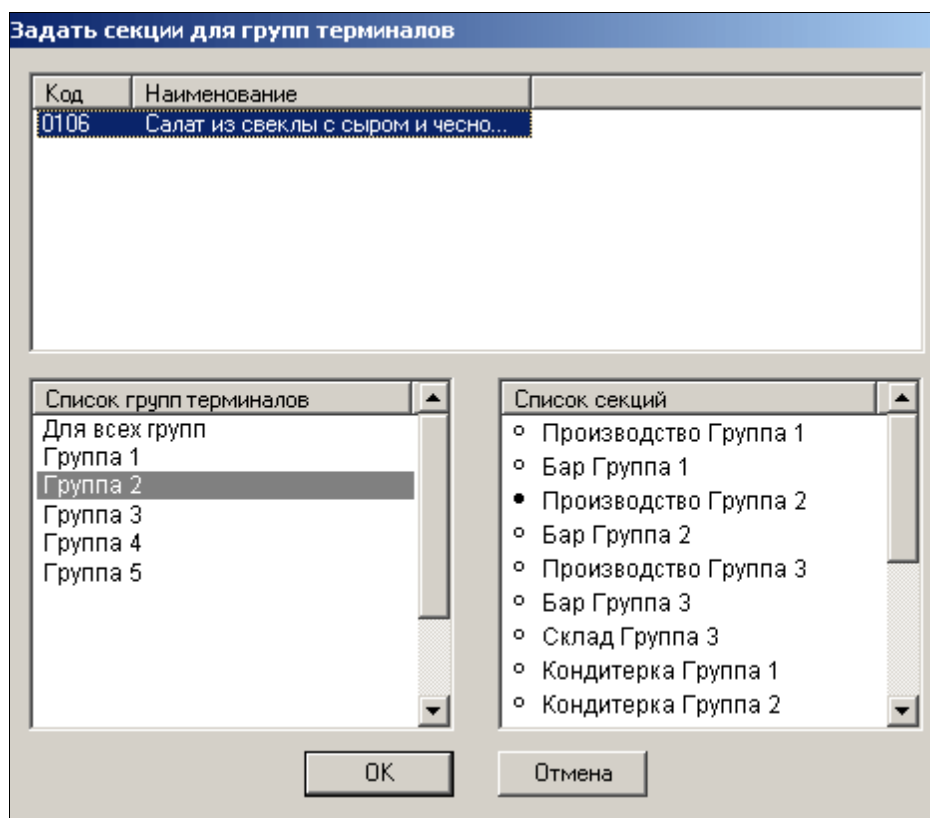

Рис. 5.22.
3. в появившемся окне (см. рис. 5.22.) выбрать необходимую группу терминалов и секцию;
- *Задать секции для групп терминалов* — окно задания секций для групп терминалов для одного блюда (см. рис. 5.22.) раздел 5.8.1. данного Руководства.